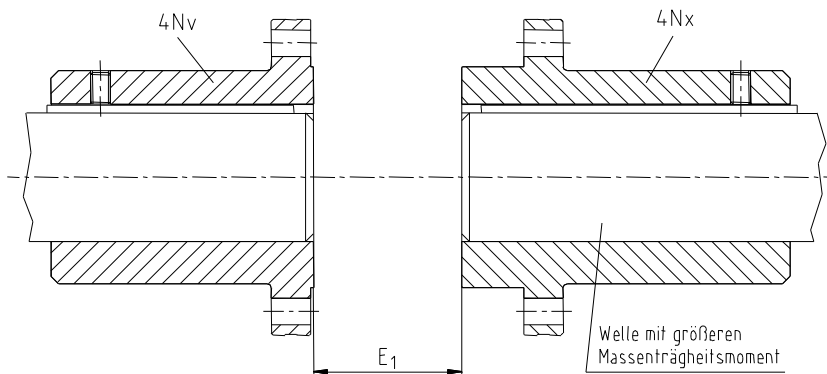
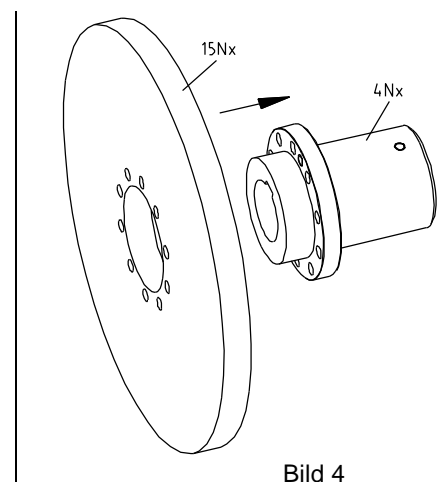

Bild 3
Bild 4
- Montieren Sie die Kupplungsflansche (4Nv / 4Nx) auf die Welle der An- und Abtriebsseite. Der Kupplungsflansch (4Nx) für die Montage der Scheibenbremse (15Nx) ist auf das Wellenende zu setzen, an dem das größere Massenträgheitsmoment wirksam wird. (siehe Bild 3)
- Die Innenseiten der Kupplungsflansche (4Nv / 4Nx) müssen bündig mit den Stirnseiten der Wellen abschließen. (siehe Bild 3)
- Verschieben Sie die Aggregate in axiale Richtung, bis das E₁-Maß erreicht ist. (siehe Bild 3)
- Sichern Sie die Kupplungsflansche (4Nv / 4Nx) durch Anziehen der Gewindestifte (5) DIN 916 mit Ringschneide oder durch eine Endscheibe.
- Schieben Sie die Scheibenbremse (15Nx) auf den Zentrieransatz des Kupplungsflansches (4Nx). (s. Bild 4)